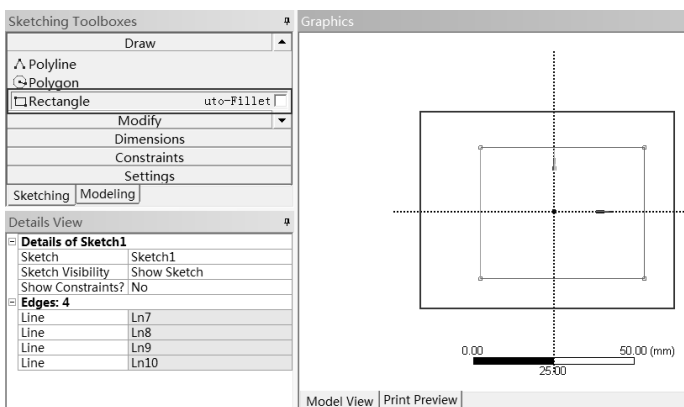

图 10-6 草绘
Step4: 单击 Sketching 选项卡, 如图 10-6 所示, 切换到草绘面板, 选择 Draw Rectangle 命令绘制矩形。